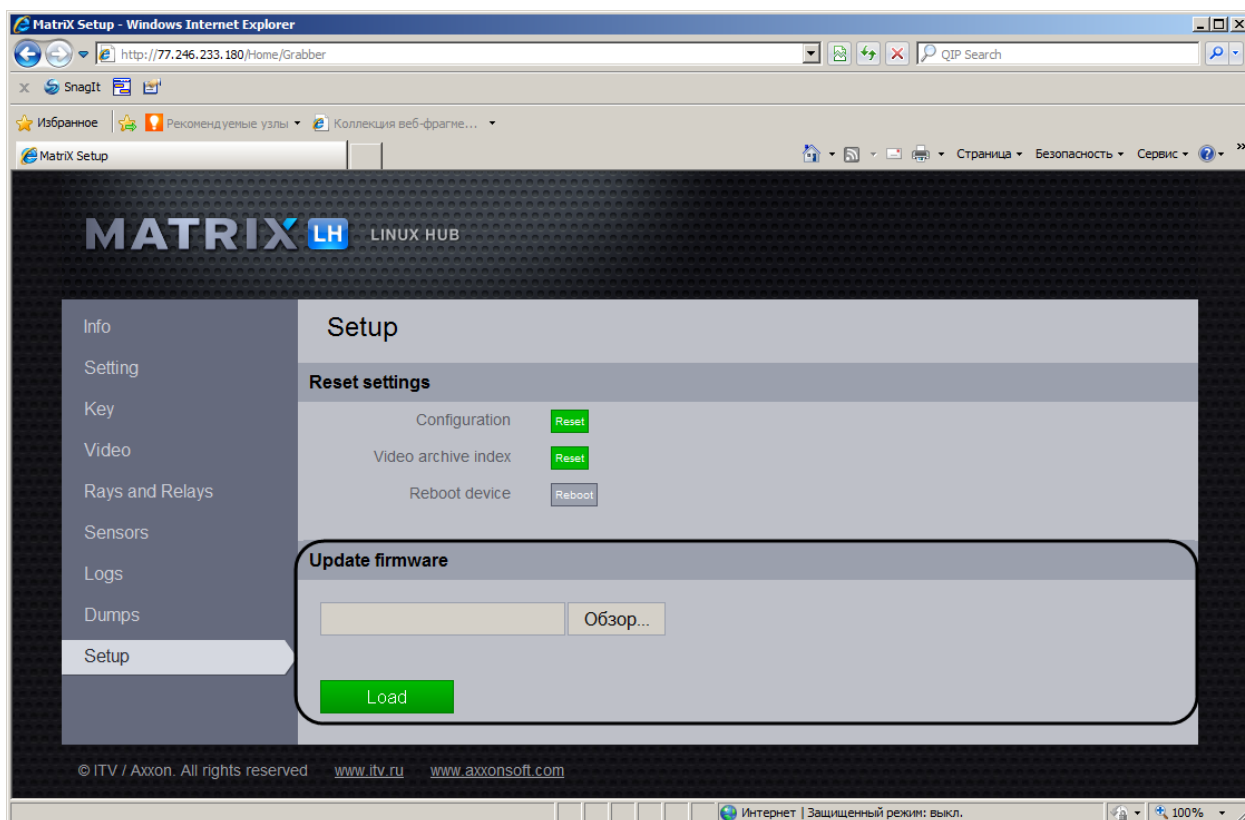

Рис. 7.4—1 Обновление прошивки LS (LH) через Web-интерфейс
1. Перейти на вкладку «Setup» (Рис. 7.4—1).
2. Нажать кнопку «Обзор» для выбора файла прошивки (см. Рис. 7.4—1).
4. Нажать кнопку «Load» (см. Рис. 7.4—1).
5. В результате выполнения операции прошивка будет загружена и установлена на LS (LH).
6. Дождаться окончания операции, после чего перезагрузить LS (LH).